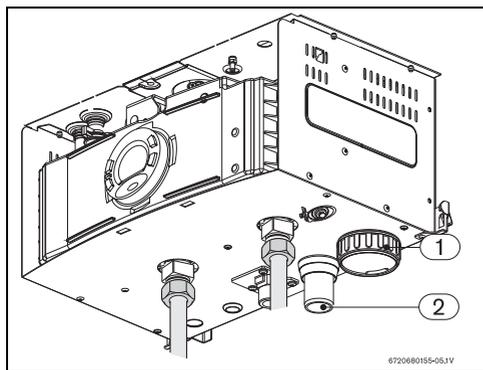

Fig. 21
Vérifier que les connexions d'eau et gaz, permettent l'ouverture facile du couvercle du réservoir d'eaux condensées (Fig. 21, pos. 1).